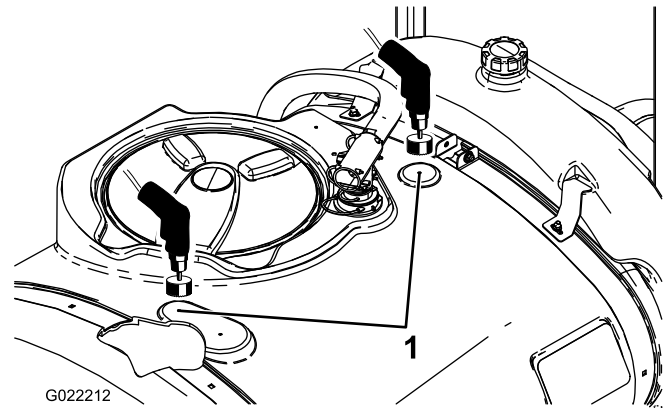

Figura 4
- Individuate i due segni di foratura sul serbatoio principale (Figura 4).